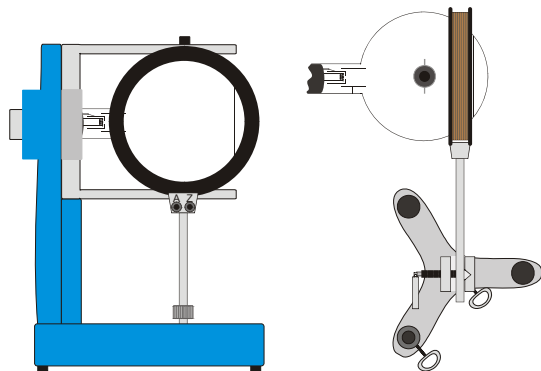

Fig. 2 Aufbau der Spule (links: im Röhrenhalter, rechts: in Stativmaterial)
- Eine Spule so in den Röhrenhalter einsetzen, dass der Leuchtschirm von ihr umschlossen ist. Alternativ kann die Spule auch in einem Stativ aufgebaut werden (siehe Fig. 2).